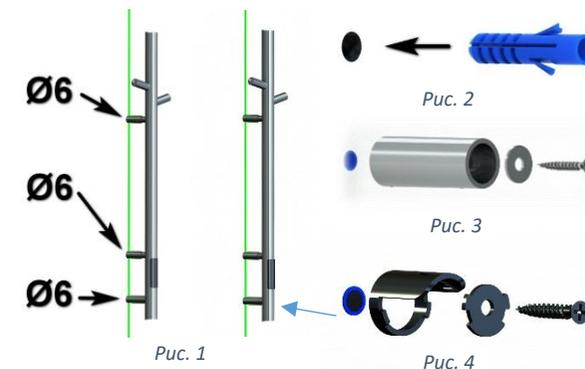

Рис. 5
5. Установить полотенцесушитель на втулки держателя и зафиксировать установочными винтами (рис. 5).